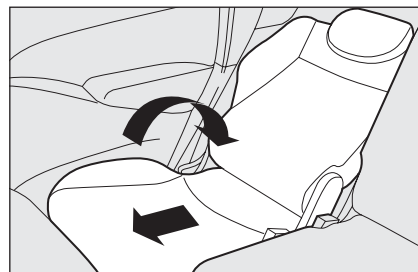

fig. 50
- ☐ incline el respaldo del asiento trasero en la posición deseada **fig. 50**.